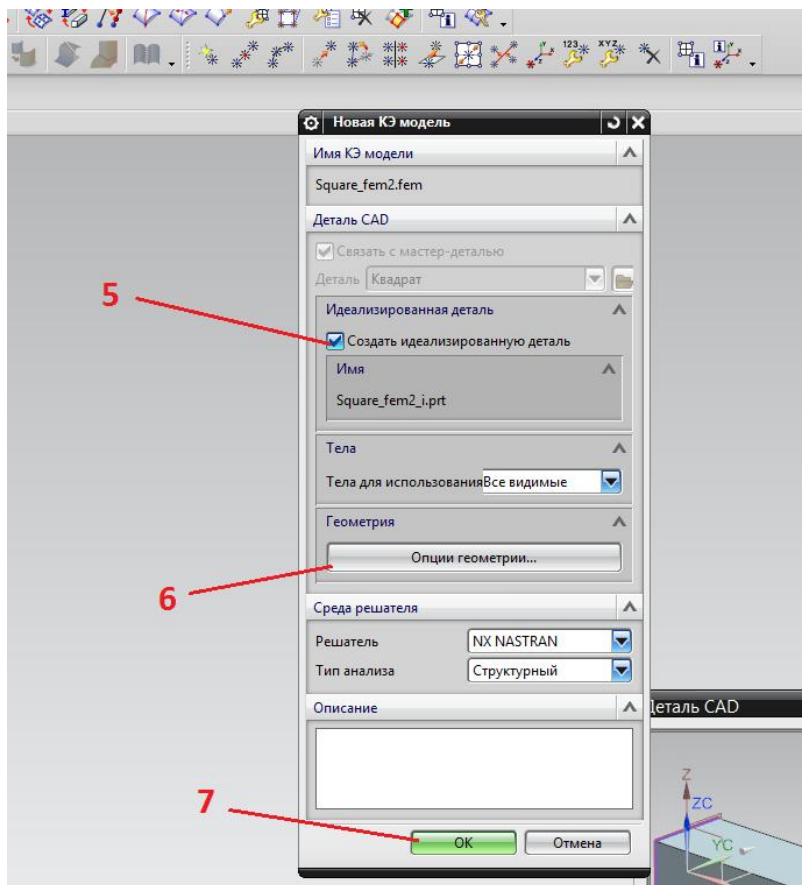

Рисунок 4. Окно настройки для преобразования модели CAD в fem-модель
В появившемся окне «Новая КЭ модель» можно произвести настройки для преобразования модели CAD в fem-модель (рисунок 4). В разделе «Создать идеализированную деталь» оставить галочку, если галочки нет, то поставить (5). В меню «Опции геометрии...» (6) расставить все галочки, иначе fem-модель останется без кривых и точек, которые нам понадобятся в дальнейшем. После этого нажать «ОК» (7).